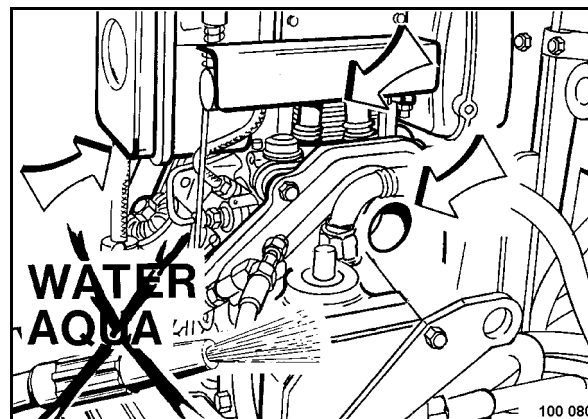

Fig. 66
- Soltar en todas las aletas de refrigeración y en los orificios de aspiración de aire refrigeración la suciedad seca con un cepillo apropiado, y quitarlo soplando con aire comprimido (Fig. 66).